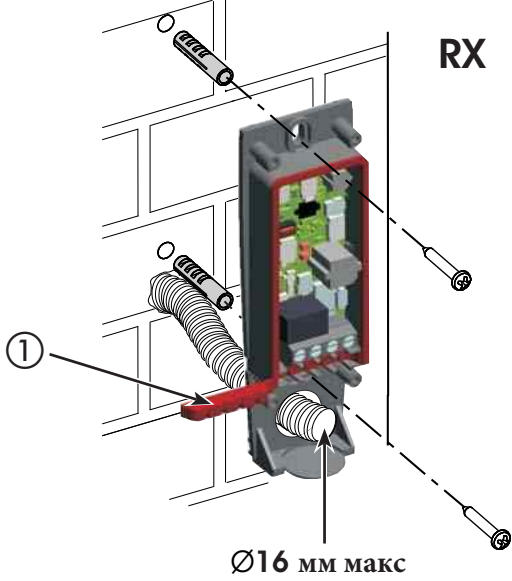

Рис. 2
- На стену с внутренней подводкой кабеля (Рис. 2).
Если передатчик будет запитан от блока управления, то выполните подводку кабеля аналогично как и к приёмнику (рис. 2 и 3)